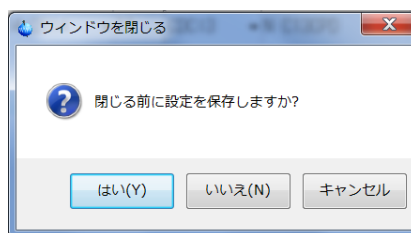

図 38. 測定履歴保存の確認ダイアログ.
- ⑤ 図 38 のように、連続自動測定の履歴保存について、確認ダイアログが開きます。